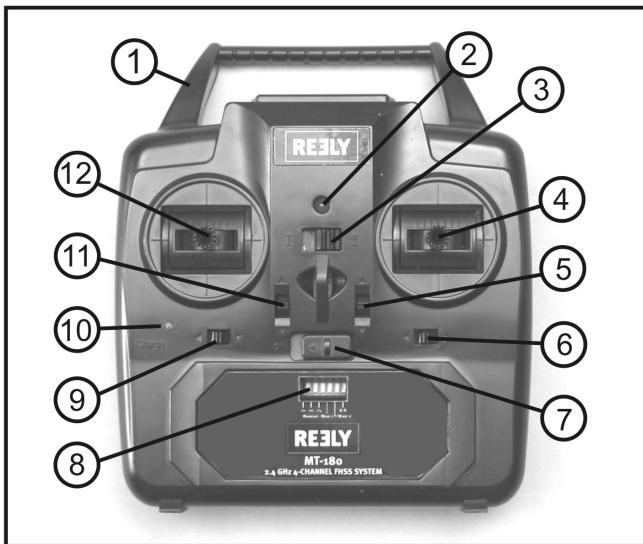

Bild 1
Mit Hilfe des Mode-Umschalters (siehe auch Bild 1, Pos. 3) kann die Fernsteuerung entweder im Mode 1 oder im Mode 2 betrieben werden. Wird der Schalter in die linke Stellung geschoben, ist Mode 1 aktiviert. Wird der Schalter in die rechte Stellung geschoben, ist Mode 2 aktiviert.
Aus diesem Grund ist es erforderlich, den Steuerknüppel für die Motorfunktion erst in die Mittelstellung zu stellen, bevor der Mode-Umschalter (Bild 1, Pos. 3) bedient wird. Damit dabei der Antriebsmotor des Modells nicht ungewollt anläuft, dürfen während der Mode-Umschaltung weder der Sender noch das Modell in Betrieb sein.
Wenn neue Batterien in den Sender eingelegt sind, schalten Sie zu Testzwecken den Sender mit Hilfe des Funktions-schalters (siehe Bild 1, Pos. 7) ein. Schieben Sie dazu den Funktionsschalter von der rechten Schalterstellung „OFF“ in die linke Schalterstellung „ON“.
Zum Zeichen der korrekten Spannungsversorgung leuchtet die rote Funktions-Kontrollleuchte (siehe Bild 1, Pos. 2) und der Sender gibt einen kurzen Signalton ab.
Auch wenn die Empfangselektronik im Modell eine eingebaute Schutzschaltung aufweist, die das unbeabsichtigte Anlaufen des Antriebsmotors verhindert, müssen Sie sich vor jeder Inbetriebnahme des Senders davon überzeugen, dass sich der Steuernüppel für die Motorfunktion (siehe Bild 1, Pos. 4 oder 12, je nach eingestelltem Mode) in der Stellung „Motor aus“ befindet. Dazu muss der Steuernüppel ganz nach unten geschoben bzw. ganz zum Körper herangezogen sein.
Wenn der Akku richtig in den Ladeschacht geschoben wurde und der Steckverbinder des Akkus (4) im Ladeschacht Kontakt hat, leuchtet die Lade-Kontrollleuchte (siehe Bild 1, Pos. 10) und signalisiert den korrekten Ladevorgang.